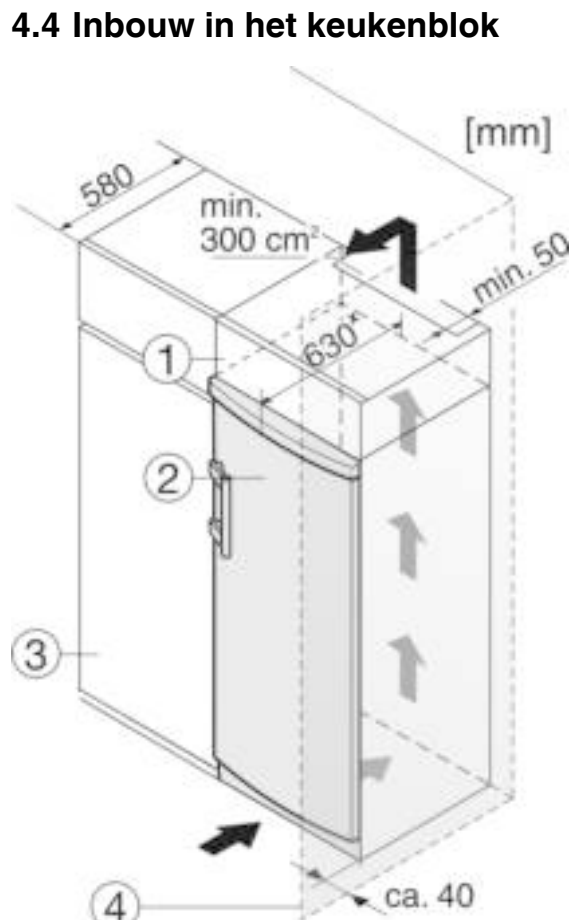

Fig. 9
Het apparaat Fig. 9 (2) kan worden ingebouwd in de keuken. Om het apparaat aan de hoogte van het keukenblok aan te passen, kunt u er een passende opbouwkast Fig. 9 (1) op plaatsen.
Bij een ombouw met keukenkasten (diepte max. 580 mm) kan het apparaat direct naast de keukenkast Fig. 9 (3) worden geplaatst. Het apparaat steekt aan de zijkant 34 mm* en in het midden 50 mm* uit ten opzichte van het keukenkastfront.
Plaatst u het apparaat met de scharnierkant naast een muur Fig. 9 (4), dan moet de afstand tussen apparaat en muur minstens 40 mm bedragen. Dit in verband met het uitsteken van de deurgreep bij een geopende deur.